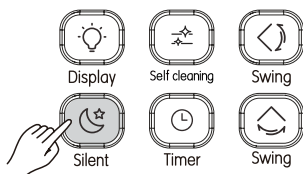

Рисунок 3.14
1) Когда блок находится в режиме охлаждения или обогрева, нажмите  (см. Рисунок 3.14), чтобы запустить режим «Бесшумный». На экране отображается значок .